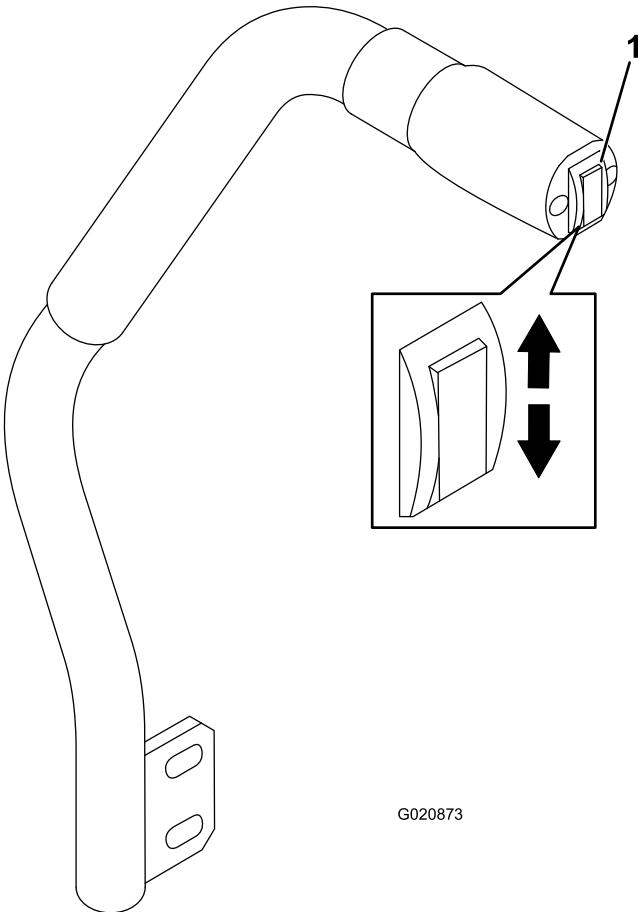

Рисунок 21
Переключатель подъема деки поднимает и опускает деку газонокосилки (Рисунок 21). Рычаг можно использовать только при работающем двигателе.
- Чтобы опустить деку газонокосилки, нажмите переключатель подъема деки вниз (Рисунок 21).
- Чтобы поднять деку газонокосилки, нажмите переключатель подъема деки вверх (Рисунок 21).
- При работающем двигателе нажмите и удерживайте нажатым переключатель подъема деки вверх, пока дека газонокосилки полностью не поднимется, после чего **немедленно отпустите переключатель** (Рисунок 21).